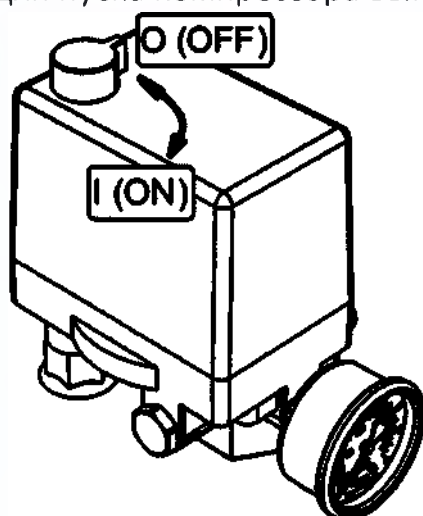

Рисунок 4
- Проверьте, чтобы выключатель на реле давления находился в выключенном положении "O" или "OFF", в зависимости от исполнения (рис. 4).
- Выключить компрессор выключателем **3** на реле давления. Для этого необходимо переключить выключатель в положение "**О**" или "**OFF**", в зависимости от исполнения (рис. 4). После этого остановится двигатель и произойдет сброс давления из нагнетательного воздухопровода и поршневого блока.
- Переключите выключатель 3 на реле давления в положение "О" или "OFF", в зависимости от исполнения (рис. 4).